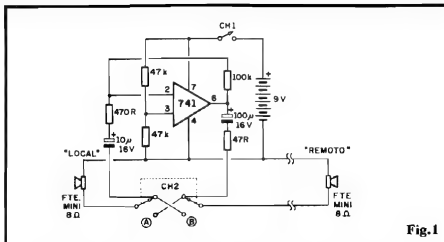

Fig.1
- **FIG. 1 - O CIRCUITO** - No "centro" do circuito, um único, pequeno e "humilde" (embora versatílimo...) Integrado 741, amplificador operacional, faz "só tudo"!!! Para poder trabalhar confortavelmente com fonte única (os circuitos típicos com Amplificadores Operacionais Integrados normalmente requerem fonte split ou duplas...), um referencial de "meia Tensão" da alimentação geral é oferecido pelo "totem" de dois resistores de 47K, cujo "nó" está ligado à Entrada Não Inversora (pino 3) do 741... Já o pino 2 - Entrada Inversora - recebe diretamente os sinais elétricos "traduzidos" por um pequeno alto-falante (que, no caso, funciona como microfone...), através do capacitor de isolamento (10u) em série com um resistor de 470R... O resistor de 100K, entre a Saída do Operacional (pino 6) e a citada Entrada Inversora, promove a realimentação e determina o elevado ganho geral do arranjo, que matematicamente corresponde à razão entre o dito valor de 100K e o valor do resistor de Entrada, 470R (um fator de amplificação superior a 200, confirmam...). Dessa forma, os tênues sinais elétricos enviados pelo alto-falante/microfone, são elevados em nível por um fator de mais de 200 vezes, e tornam-se presentes, na Saída (pino 6) em condição suficiente para excitação de outro pequeno alto-falante (este na função